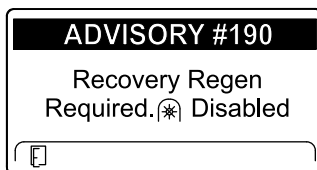

Bild 61
- Recovery regeneration required – power takeoff disabled ADVISORY #190 (Bild 61)